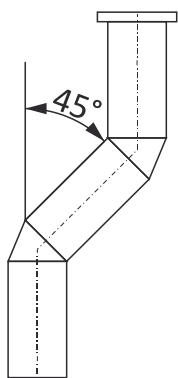

Figura 3
- La fuoriuscita del fumo ideale deve essere realizzata in verticale e non cambiare direzione in un angolo superiore a 45°, preferibilmente 30°, rispetto alla posizione verticale, vedi *figura 3*.